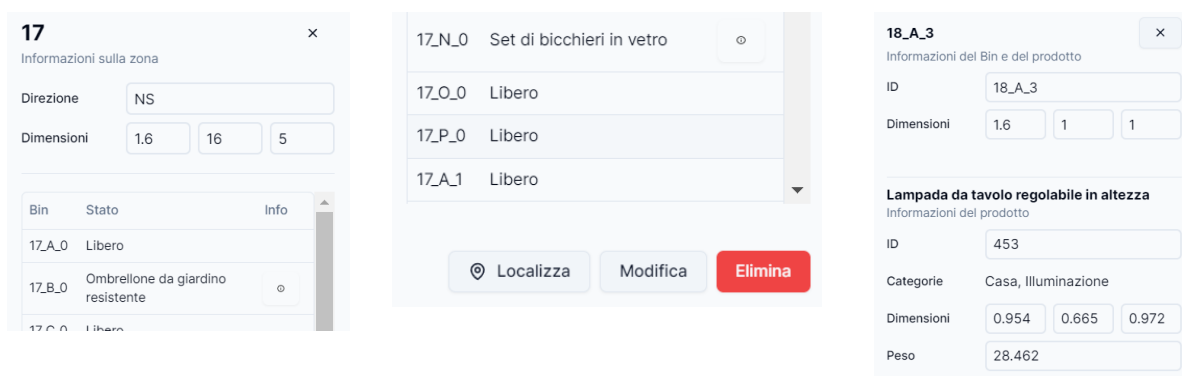

Figura 13: Menù di ispezione zone (sinistra e centro) e menù di ispezione bin_G (destra)
- pulsante per la visualizzazione dei dettagli del bin_G (menù in Figura 13 a destra), presente solo se il bin_G è occupato.